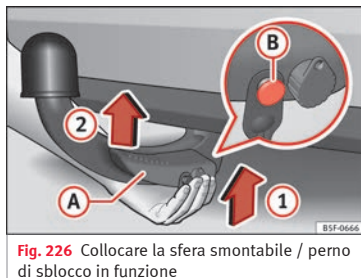

Fig. 226 Collocare la sfera smontabile / perno di sblocco in funzione
- Sostenere la sfera smontabile dal basso » fig. 226 e incastrarla nell'alloggiamento